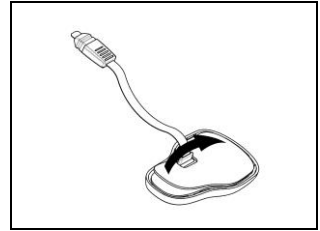

Fig. 3
- Quitar la película protectora del revés del teclado adhesivo utilizando la lengüeta correspondiente (Fig. 3).